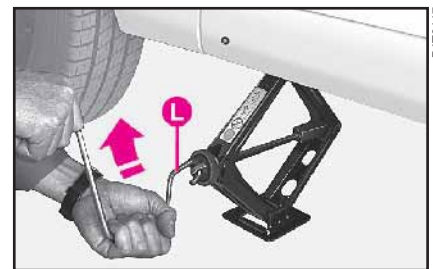

fig. 10
13) Gire la manivela del gato **L** (fig. 10) y levante el coche hasta que la rueda que debe cambiar se alce unos centímetros del suelo. Al girar la manivela, compruebe que ésta se mueva libremente para evitar el riesgo de que se produzcan abrasiones en la mano debido al roce contra el suelo. Del mismo modo, las partes del gato en movimiento (tornillos y pivotes) pueden producir lesiones: evite el contacto. en caso de que se ensucie, límpiese bien con grasa lubricante.